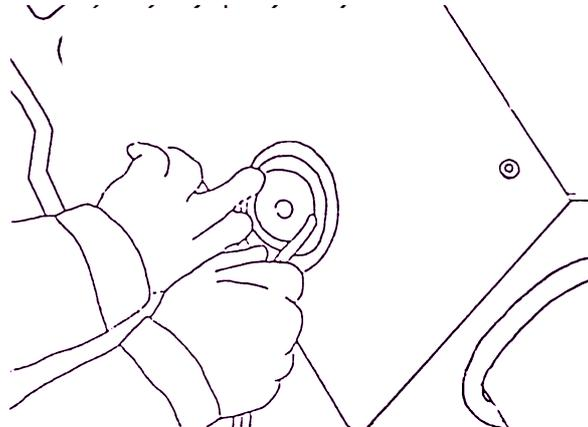

Fig. 4
- b. Com o cabo do alicate, coloque aos poucos o o'ring na cavidade, como pode verificar na Fig.4.